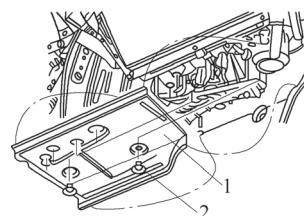

图 5-53 取下隔离板
1) 如图 5-53 所示，从空调暖风装置上旋出塑料螺栓 2，并取下隔离板 1。